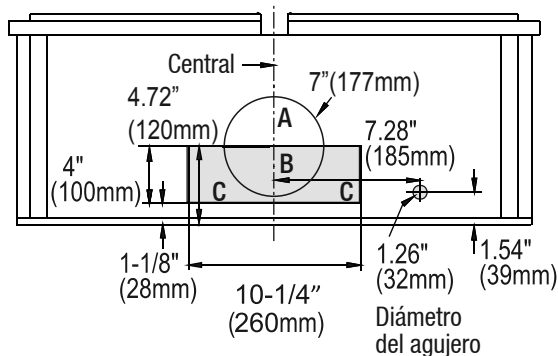
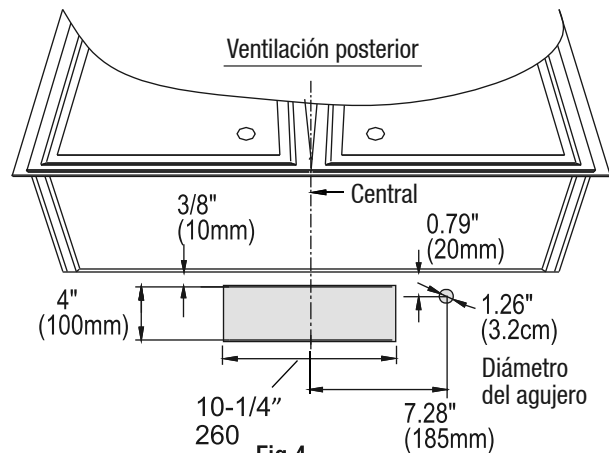

Fig.3
Fig.4
- Determine si su sistema de ventilación existente es de ventilación superior o posterior, y asegúrese de que las aberturas en la alacena o en la pared para el regulador y para la alimentación eléctrica estén en un lugar adecuado y que sean del tamaño apropiado, de acuerdo con la Fig. 3 si es ventilación superior, y con la Fig. 4 si es ventilación posterior. Opción para ventilación en la parte superior (Fig. 3), si utiliza un regulador redondo, la abertura debe ser A y B, únicamente. Si utiliza un regulador cuadrado, la abertura debe ser B y C, únicamente.